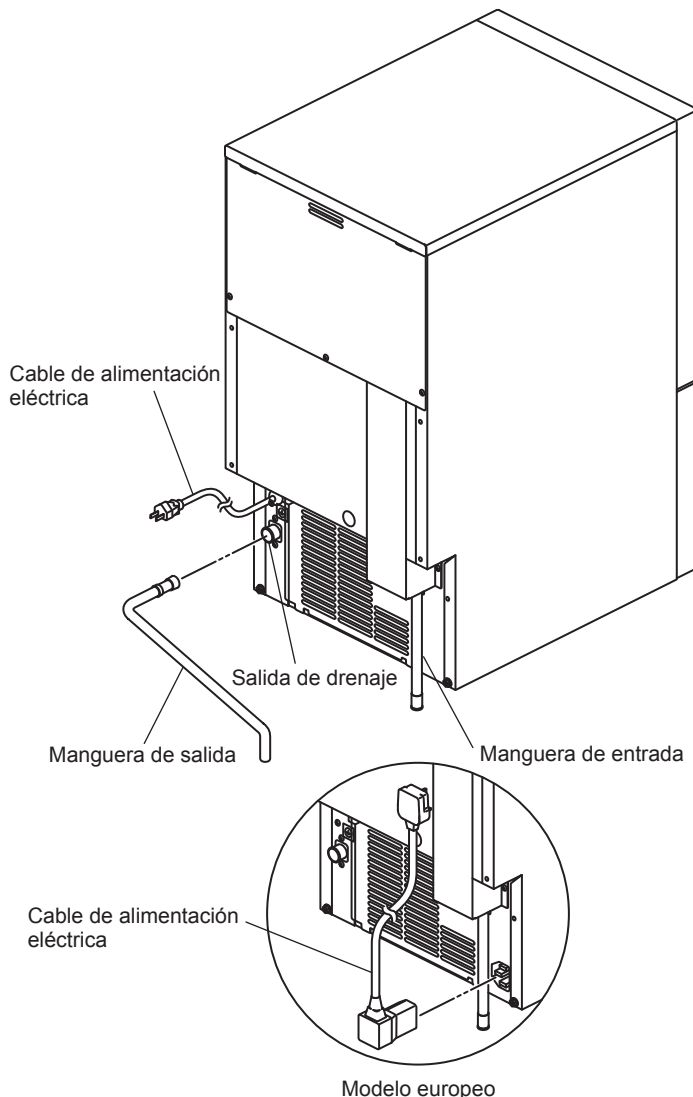

Fig. 3
2) Apriete a mano la manguera flexible gris de salida (accesorio) en el racor de la parte posterior de la máquina de hielo tal como se muestra (Fig. 3) verificando que la junta de goma quede correctamente colocada para obtener una conexión estanca. Puede cortar el tubo a la longitud necesaria ajustándolo a la